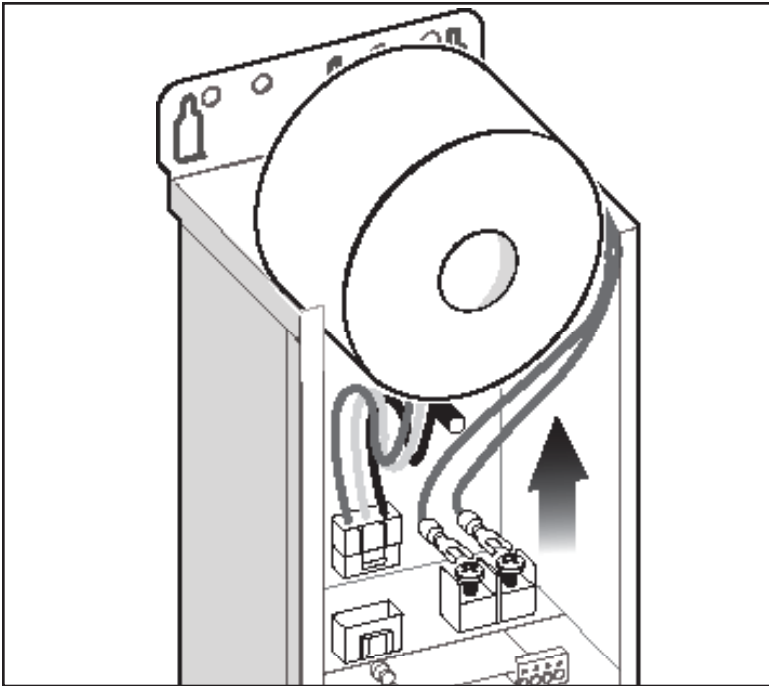

Figura 3. Extraer el transformador y los cables de salida
7. Tire del transformador hacia arriba para obtener acceso a los cables de salida. Consulte la Figura 3.
8. Use un destornillador para aflojar los tornillos de los cables de salida lo suficiente para extraer los cables azules de salida del transformador. Consulte la Figura 3.